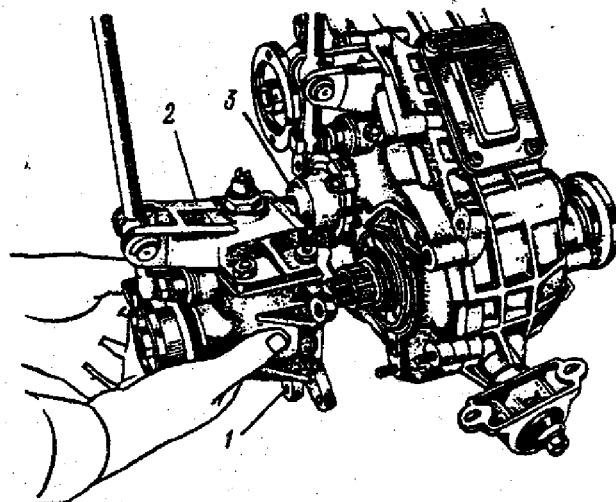

Fig. 3-33. Remoção do cárter do acionamento da tração dianteira: 1 - cárter; 2 - tampa do cárter; 3 - alojamento do acionamento do velocímetro.
3. Remover as porcas de fixação e remover o cárter 1 do acionamento da tração dianteira (fig. 3-33), conjuntamente com a tampa 2, alavanca, garfo, acoplamento do bloqueio do diferencial e árvore de acionamento da tração dianteira.